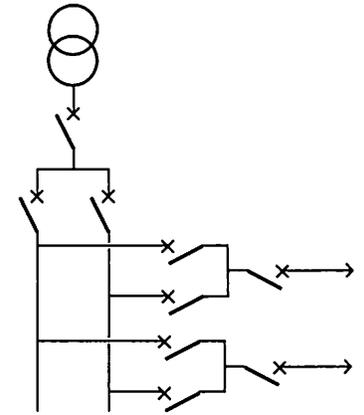

Fig. 9 : Schéma en double dérivation.
2.3. Alimentation en double dérivation (fig. 9)